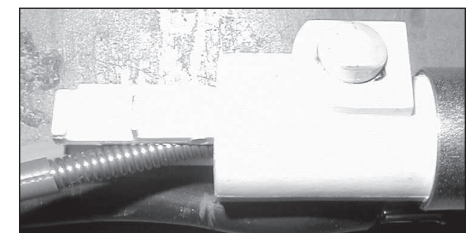
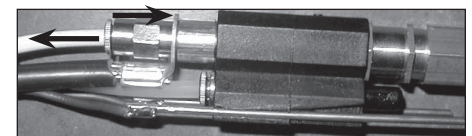

Figure 4a
Figure 4b
5. Retirez la garniture du fil actuelle de la soupape. Déverrouillez en tirant vers le haut, puis sortez de la soupape (voir la figure 4a). WG3020: Retirez la garniture de la soupape tout en pressant le collier du raccord de la garniture (voir la figure 4b).
7. Poussez la nouvelle garniture dans la soupape de biais jusqu'à ce qu'elle soit bien installée, puis poussez de côté pour verrouiller en place (voir la figure 4a). WG3020: Poussez la nouvelle garniture dans le raccord. Elle se verrouille automatiquement.